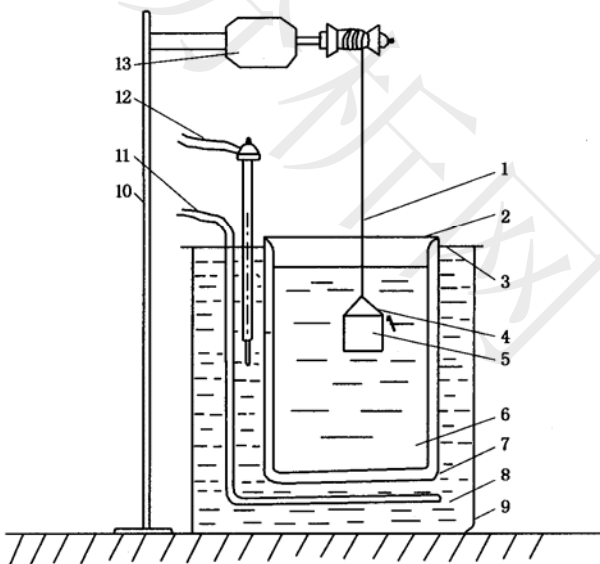

图 2
10.1.3 提升器：提升速度约为 $100\text{mm}/\text{min}$ ，见图 2。